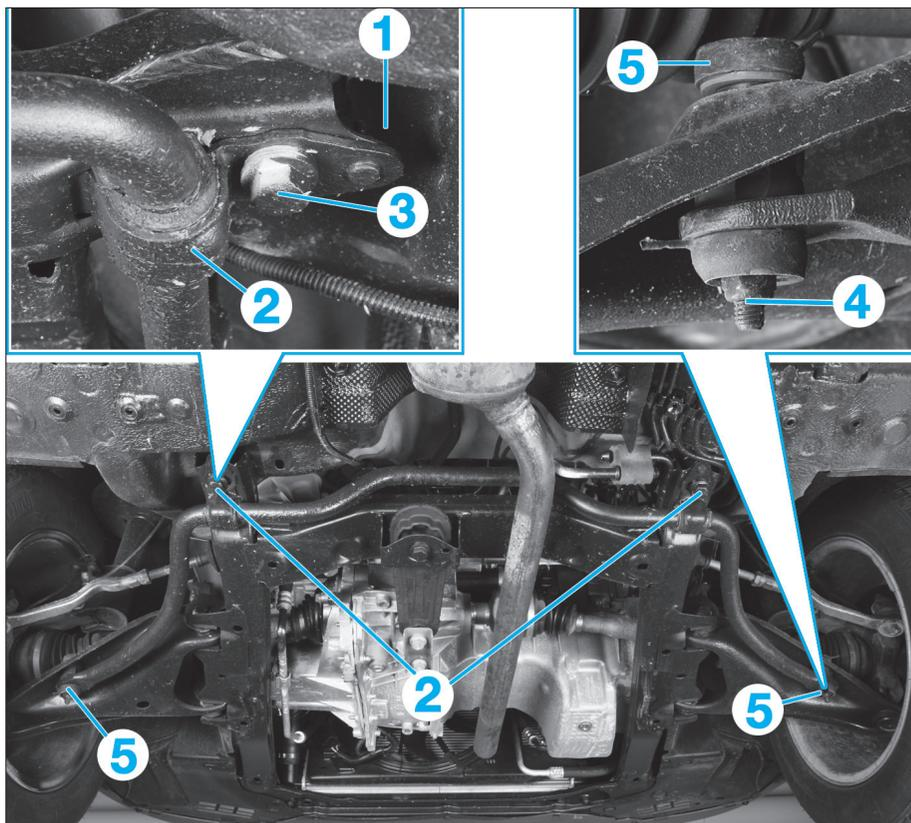

Fig. 8
- les écrous (1) de paliers (2) de la barre stabilisatrice (Fig.8),
- les vis (3) de paliers centraux de la barre stabilisatrice (vis arrière du berceau),
- les écrous inférieurs (4) de biellettes (5) de la barre stabilisatrice,